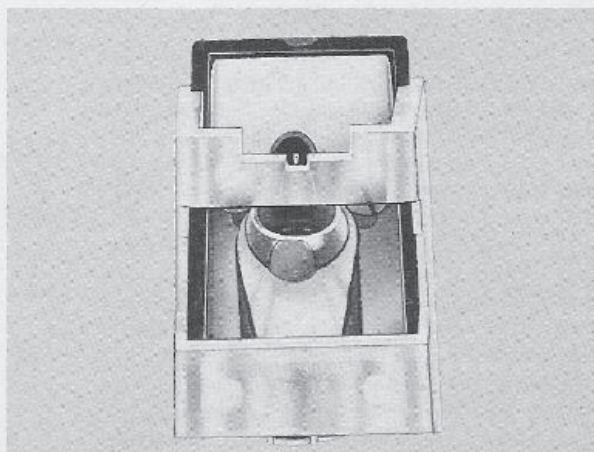

Fig. 15
3. Das System ist richtig montiert, wenn die Aussparung der Montagelehre den Abtaststift des Systems umschließt (Fig. 15).